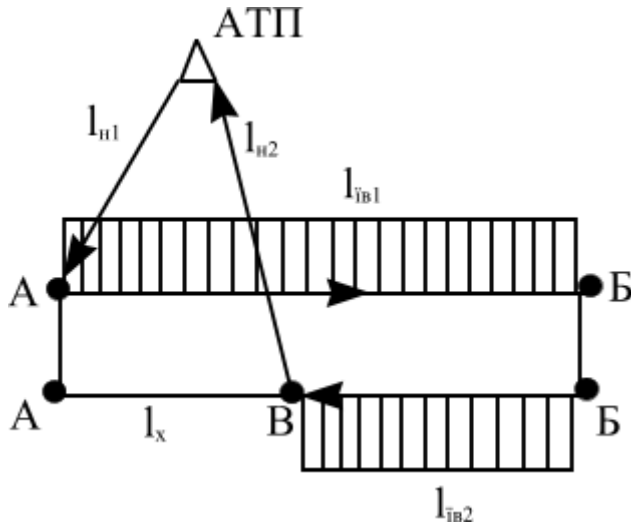

Рис.4.1 Маятниковий маршрут з неповним зворотнім вантажним пробігом
**Мета заняття:** набути практичні навички у студентів з розрахунку техніко-експлуатаційних показників роботи автомобіля на маятниковому маршруті з неповним зворотнім вантажним пробігом (рис.4.1.).